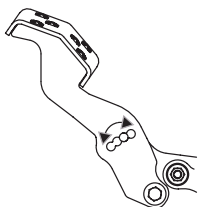

Figure 42
3. Positionnez la pédale sur la position optimale en fonction des préférences de l'opérateur (Figure 42).